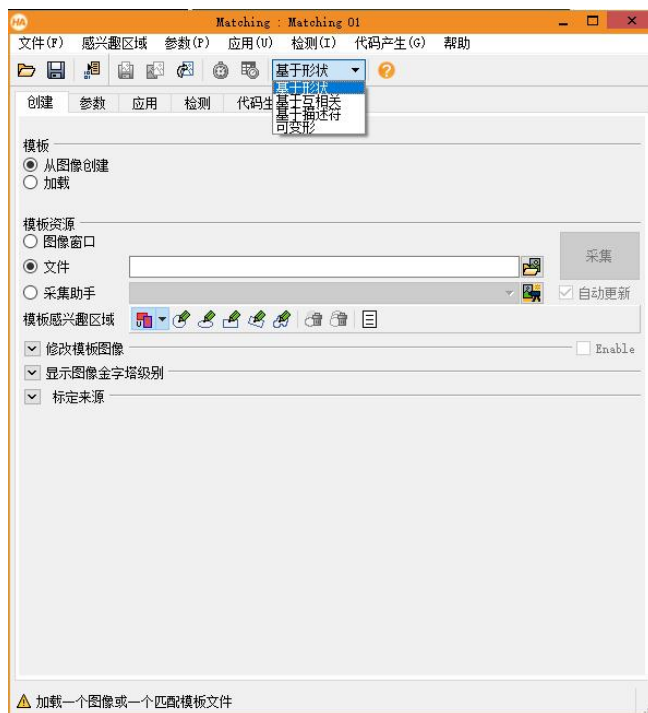

图 2-2 Halcon 匹配助手中的匹配方法
① 从参考图像上选择检测目标。使用矩形选区等方式，从参考图像上选择一块ROI，然后用“reduce_domain”算子将该区域剪裁成一个独立的图像区域。
② 创建模板。“create_shape_model”算子生成的匹配图像有移动和旋转，“create_scaled_shape_model”算子除了移动和旋转还有放大缩小。
③ 模板匹配。调用算子“`find_scaled_shape_models`”，或者“`find_shape_model`”
④ 匹配结束后，`clear_shape_model (ModelID)`，释放资源。
① 打开 HDevelop，选择“助手”→“打开新的 Matching”选项，选择要使用的匹配方法，在此以基于形状为例。如图 2-2。